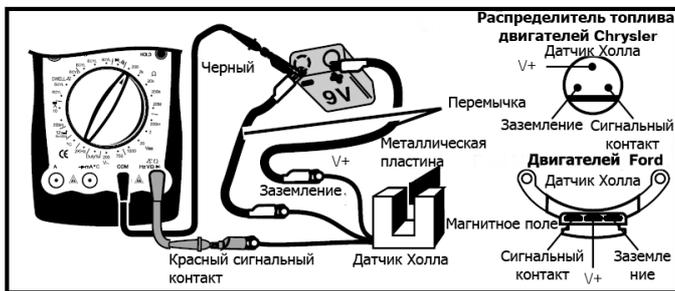

Рис. 15
3. Тестирование датчика Холла (См. рис. 15)